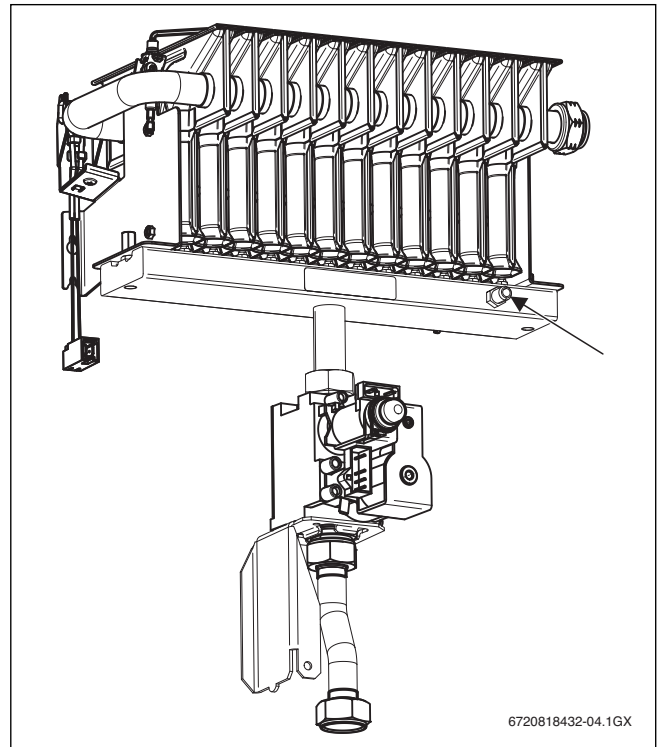

Bild 27 Dichtschraube für Düsendruck
- ▶ Dichtschraube an der Brennerwanne (→ Bild 27) lösen und U-Rohr-Manometer anschließen.